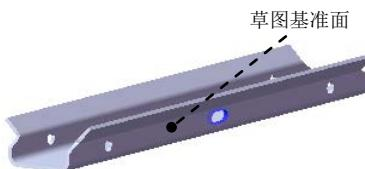
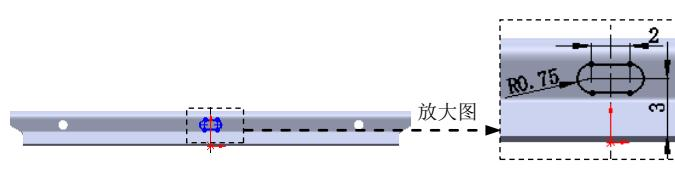

图 13.3.9 切除一拉伸 3
图 13.3.10 横断面草图
Step6. 创建图 13.3.9 所示的切除一拉伸 3。选择下拉菜单 **插入(I)** \rightarrow **切除(C)** \rightarrow **拉伸(E)...** 命令；选取图 13.3.9 所示的模型表面作为草图基准面，绘制图 13.3.10 所示的横断面草图；在 **方向1** 区域的 **下拉列表** 中选择 **完全贯穿** 选项，选中 **正交切除(N)** 复选框。单击 \checkmark 按钮，完成切除一拉伸 3 的创建。